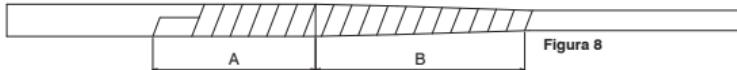

Figura 8
- Concluída esta etapa, deve ser utilizada fita de alta tensão (autofusão), também três camadas com sobreposição de 50% e a primeira camada não dever ser tracionada, a segunda deve ser levemente tracionada e a ultima deve ser normalmente tracionada, em seguida deve ser utilizada três camadas de fita isolante também com sobreposição de 50% e todas camadas devem ser tracionadas, conforme a figura 8 e figura 9: